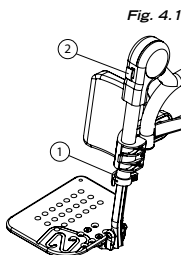

Fig. 4.1
- Installez l'appuie-jambe élévateur (Fig. 4.1) de la même manière que si vous installiez une palette appuie-pieds, voir la section 9.3.1.